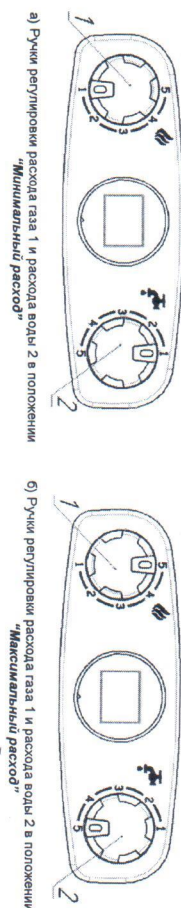

Рисунок 5. Положения ручек регулировки аппарата
- г) рекомендуется повернуть ручки 2 и 1 в положение минимального расхода воды и газа (рис. 5);
4.2.1. Регулирование расхода воды через аппарат производится ручкой 2 (рис. 5): поворот ручки к положению «Минимальный расход» уменьшает расход воды, поворот ручки к положению «Максимальный расход» увеличивает расход воды. При этом в положении ручки «Минимальный расход» включение водонагревателя происходит при расходе воды не менее 2,5 л/мин, в положении «Максимальный расход» - при расходе воды не менее 6 л/мин. В промежуточных положениях ручки 2 включение водонагревателя происходит, соответственно, в диапазоне расходов не менее 2,5...6 л/мин.